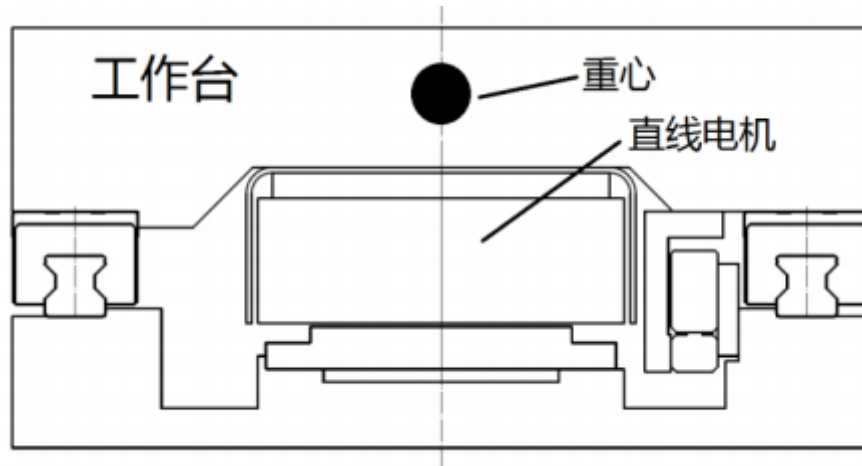

图 20
5.6.1 直线电动机初级和次级组件之间存在较大的正向吸力，一般为直线电动机连续推力的5~6倍，故导轨选型和滑座设计时，应考虑足够的刚度和强度。另外，为提高运动轴的动特性，应尽量将机械重心置于直线电动机宽度范围内，如图20所示。